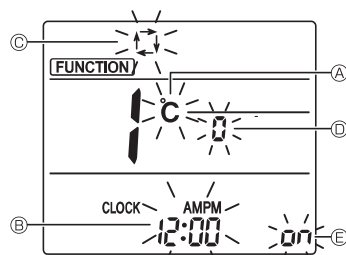

Fig. 6-10
3. Vérifiez que la fonction n° "1" est affichée puis appuyez sur la touche **SET** ⑤. L'écran de réglage de l'affichage s'affiche. (Fig. 6-10)